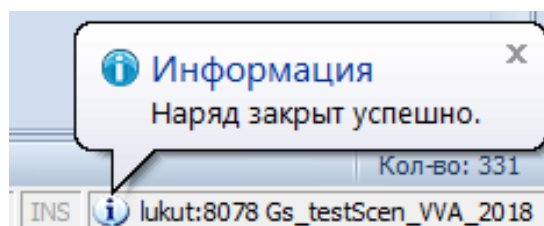

Рисунок 152.Пример сообщения
- 11.9 Нажать кнопку **Сохранить**. В результате — будет запущена процедура сохранения, по окончании которой в окне «**Информация**» появится сообщение «**Наряд закрыт успешно.**» (рис. 152).